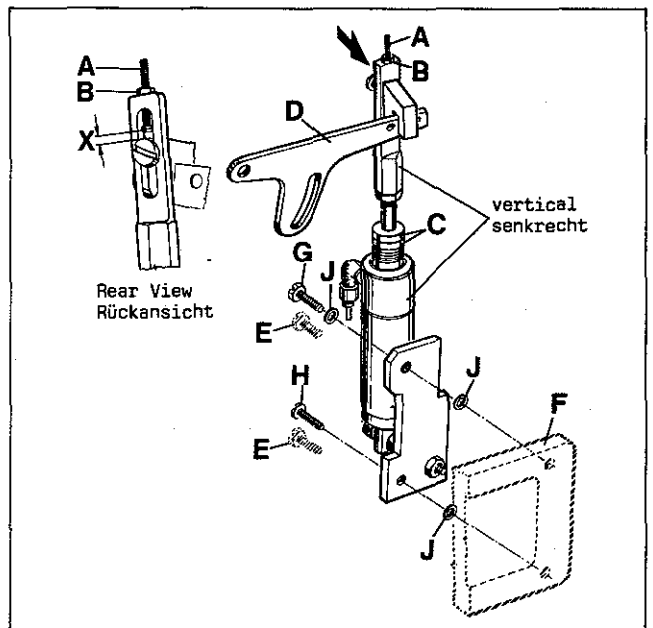

Fig. 46
Assemble the pneumatic presser foot lifter, supplied with the sewing table, to the sewing machine (see Fig. 46). For this remove two hex. head screws (E) from the support bracket (F) for the thread trimmer drive. Mount the presser foot lifter with the two screws (G and H, Fig. 46) and three washers (J) so that the air cylinder with strap is vertical (standard setting). Complete the tube connections, see Fig.3
Bauen Sie den mit dem Nähstisch gelieferten pneumatischen Drückfußlifter an die Nähmaschine (siehe Fig. 46). Dazu müssen zwei Sechskantschrauben (E) aus dem Lagerbock (F) für den Fadenabschneider-Antrieb entfernt werden.
Montieren Sie den Drückfußlifter mit den zwei Schrauben (G und H, Fig. 46) und den drei Scheiben (J) so, daß der Luftzylinder mit Lasche senkrecht steht (Standard-einstellung). Stellen Sie die Schlauchverbindungen her, siehe Fig. 3.
With adjusting screw (A, Fig. 46) the presser foot lifting can be changed. Loosen lock nut (B) and turn adjusting screw (A) down to increase the presser foot lifting or up to decrease it. Retighten lock nut (B).
The end play (X, Fig. 46) of presser foot lifter lever (D) should be at least 1 mm (3/64 in.) before the presser foot starts lifting.
Mit der Einstellschraube (A, Fig. 46) kann das Anheben des Drückerfußes verändert werden. Lösen Sie die Feststellmutter (B) und drehen Sie die Einstellschraube (A) nach unten um das Anheben des Drückerfußes zu vergrößern oder nach oben, um es zu verkleinern. Ziehen Sie die Feststellmutter (B) wieder an.
Der Ausbau eines oder beider Anschlagringe (C) ist erforderlich, wenn der Drückerfuß mehr als 2 mm angehoben wird. Das Spiel (X, Fig. 46) des Drückerfußlifterhebels (D) muß mindestens 1 mm betragen bevor der Drückerfuß anzuheben beginnt.